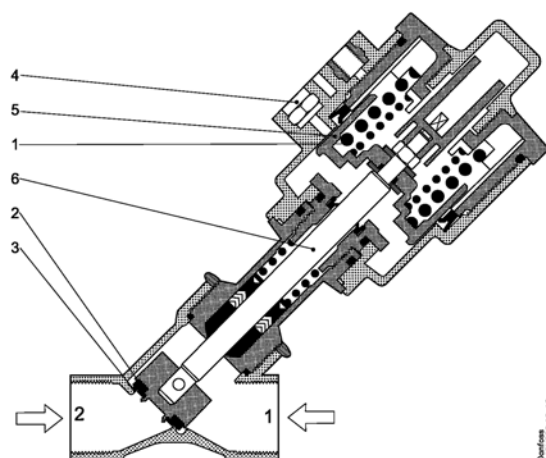

Рис. 1.1.
Клапан (рис. 1.1.) удерживается в закрытом состоянии пружиной (1), которая прижимает упорную прокладку (2) к седлу клапана (3). При подаче давления через присоединение (4) управляющий поршень (5), шпindelь (6) и упорная прокладка (2) поднимаются и клапан открывается.